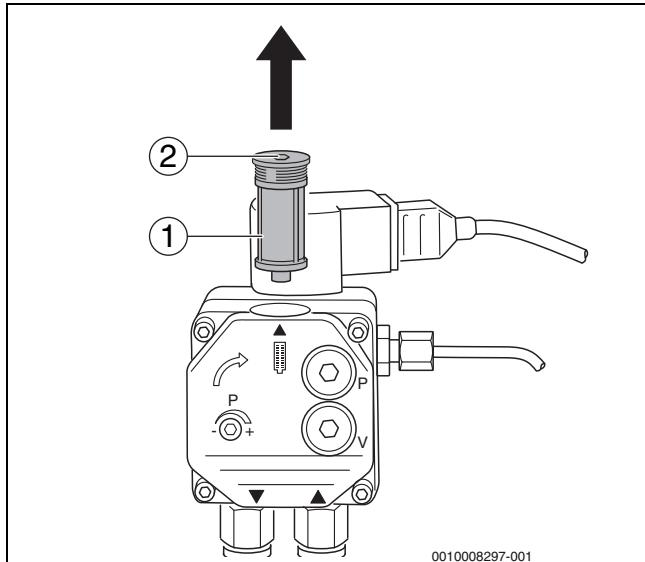

Bild 28 Ölfilter prüfen – Ölwanne Danfoss
- Die Innensechskantschraube an der Oberseite (→Bild 28, [2]) lösen.
- Ölfilter (→Bild 28, [2]) nach oben herausziehen.
- Ölfilter (→Bild 28, [1]) mit Waschbenzin reinigen, gegebenenfalls austauschen und wieder in die Ölwanne einbauen.